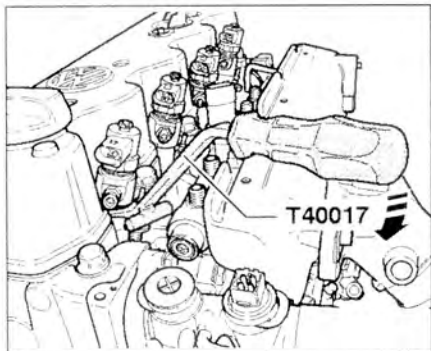

Рис. 4A.9. Установите рычаг T40017 на опорный болт и окончательно извлеките форсунку.
4. Установите рычаг T40017 на опорный болт и окончательно извлеките форсунку (рис. 4A.9).